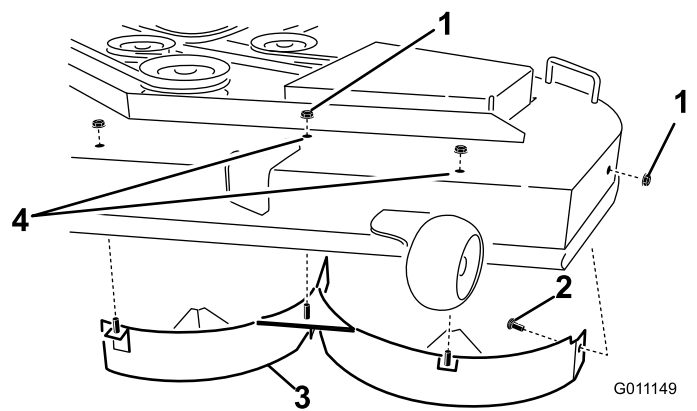

Figura 30
4. Remova as 2 porcas de bloqueio (5/16 pol.) presas aos postes soldados do abafador esquerdo, na parte superior da plataforma do cortador, nas posições central e esquerda (Figura 30).
6. Remova o abafador esquerdo da plataforma de corte como se mostra na Figura 30.